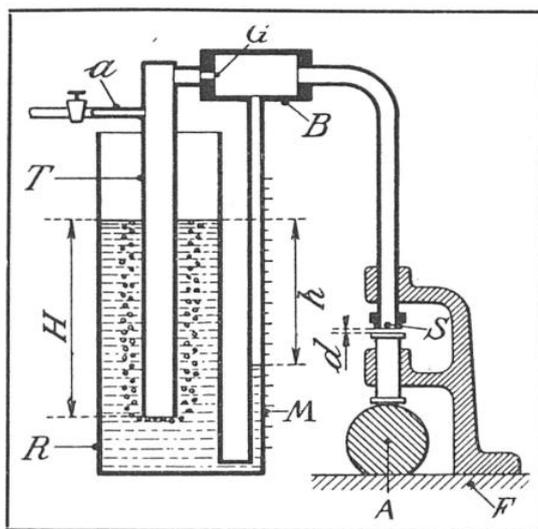

FIG. 2. — SCHEMA DU MICROMÈTRE PNEUMATIQUE « SOLEX » APPLIQUÉ A LA MESURE DU DIAMÈTRE D'UNE PIÈCE CYLINDRIQUE
base d'une cuve en haut de laquelle un tube de trop-plein évacue l'excès de liquide et maintient ainsi le niveau dans la cuve à une hauteur déterminée ; si, alors, on branche une canalisation à la base du réservoir, la pression de l'eau dans cette canalisation sera — non pas celle de l'eau arrivant à la cuve — mais bien celle qui correspond à la hauteur constante de l'eau dans la cuve ; la pression d'arrivée peut donc varier, mais la pression de départ restera constante. Le régulateur d'air à tube plongeur est de fonctionnement identique ; l'air sous pression arrive par le robinet *a* à un tube *T* de forte section plongeant à une distance *H* en dessous du niveau de l'eau d'un réservoir *R* ouvert à l'air libre (fig. 2) ; la pression d'arrivée chasse l'eau du tube *T* jusqu'à sa base et l'air en excès s'échappe à travers l'eau du réservoir ; on a ainsi réalisé un trop-plein d'air analogue à celui dont nous venons de parler, en sorte que la pression de l'air dans le tube *T* tombe à la valeur qui correspond à la hauteur d'eau *H* dont le tube plonge dans le récipient ; comme cette hauteur peut être facilement réglée au millimètre près, il s'ensuit que la pression de l'air en haut du tube *T* est rigoureusement constante et connue de façon précise : le gicleur du micromètre sera donc alimenté en air à pression constante, quel que soit son débit, si on le branche sur un conduit aboutissant en haut du tube *T*.
*b) La mesure du débit d'air.* — Nous avons vu que la résistance opposée à l'écoulement de l'air passant à travers un gicleur augmentait avec le débit ; les physiciens en ont déduit une méthode de mesure des débits par la connaissance de la résistance de passage à travers un gicleur déterminé ; cette résistance est connue en mesurant la pression de part et d'autre du gicleur, ou plus précisément la différence de pression entre l'amont et l'aval, ce qui est facilement réalisé avec un manomètre à tube en *U*. L'adaptation de ce mode de mesure sur le régulateur de pression d'air est facile à réaliser (fig. 2) ; l'orifice de mesure *G* est intercalé dans la conduite qui part du haut du tube plongeur ; le manomètre à eau est combiné avec le réservoir *R* qui en forme la branche amont ; le tube aval est constitué par un tube de verre *M* de faible diamètre branché entre la base du réservoir *R* et la face aval de l'orifice de mesure *G*. Une échelle graduée tracée le long du tube *M*, et
Dans le cas d'utilisation pour le repérage de la distance d'un gicleur donné à la paroi d'une pièce quelconque, un montage doit être conçu de façon à fixer le gicleur en sorte que le plan de l'orifice soit réglé avec la plus grande précision à une distance déterminée d'une plaque de base (fig. 2) ; soit alors à contrôler les diamètres de pièces cylindriques, tel qu'un axe de piston, par exemple ; la pièce vue en *A*, placée sur la plaque de base *F*, est engagée sous un poussoir *P* de longueur connue et dont la face supérieure arrive en regard de l'orifice du gicleur de micromètre